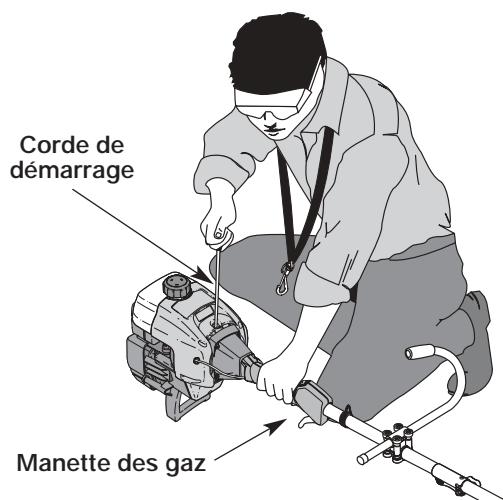

Fig. 18
**AVERTISSEMENT** : évitez tout démarrage accidentel. Tenez-vous en position de démarrage lorsque vous tirez sur la corde de démarrage (Fig. 18). L'opérateur et l'appareil doivent tous deux être en position stable pour éviter des blessures graves.
5. L'appareil étant prêt à démarrer (Fig. 18), **N'APPUYEZ PAS SUR LA MANETTE DES GAZ** et tirez brusquement sur la corde de démarrage 5 fois de suite, le levier EZ-StartMC étant tourné vers la gauche. Si le moteur essaie de démarrer avant le cinquième tir, passez à l'étape 6.
1. Relâchez la manette des gaz (Fig. 18). Laissez le moteur refroidir au ralenti.